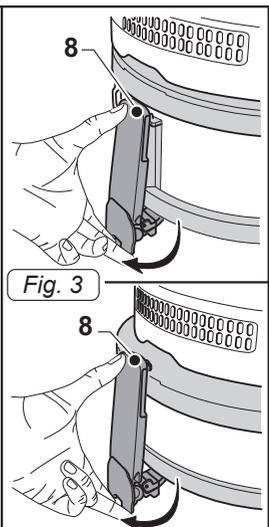

Fig. 3
- Расцепить рычаг (8 Рис. 3) и снять крышку (9 Рис. 4) в сборе с узлом двигателей и держателем поплавка (46 Рис. 4).
- Установить держатель поплавка (46 Рис. 35), при помощи стрелки «**ВПЕРЕД**», выровненный с передней частью станка (58 Рис. 35); установить также крышку (9 Рис. 35) и заблокировать при помощи рычага (8 Рис.3).